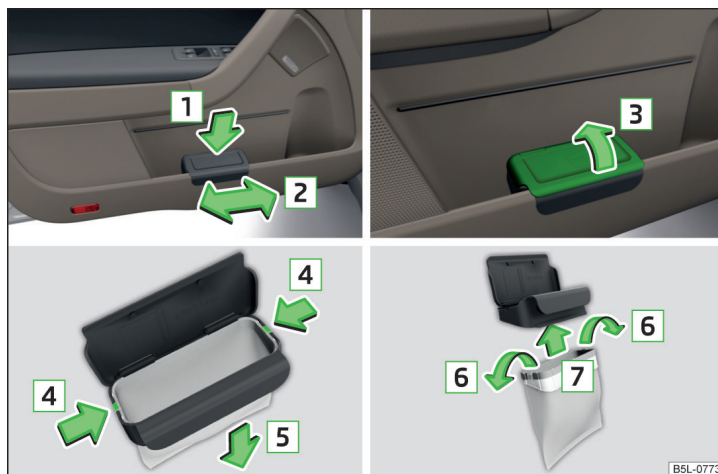

Fig. 84 Recipientul pentru reziduuri: introducerea și glisarea / deschiderea / înlocuirea pungii
- Împingeți recipientul pentru reziduuri în partea posterioară în sensul săgeții [1] » fig. 84.
- Scoateți recipientul pentru reziduuri în sens contrar săgeții [1] » fig. 84.
- Ridicați capacul în sensul săgeții [3] » fig. 84.
- Comprimați ambele elemente de fixare în sensul săgeții [4] » fig. 84.